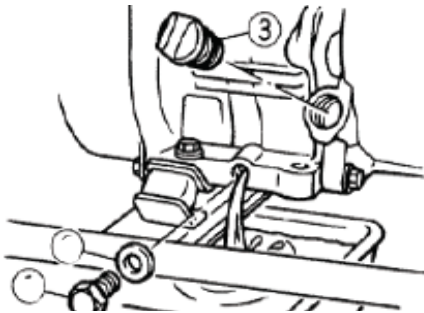

Рис.23
• 2) ЗАМІНА МОТОРНОЇ ОЛИВИ (Рис. 23)
2. Зніміть кришку горловини для заливання оливи (Рис.23).
3. Поставте піддон для збирання оливи під двигун. Зніміть пробку для зливання оливи в такий спосіб, щоб оливу можна було злити в повному обсязі (Рис.23).